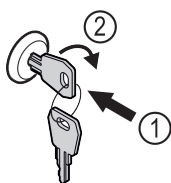

Fig. 145 Representación a modo de ejemplo
- Introducir la llave Fig. 145 (1).
- Girar la llave 90° en sentido horario Fig. 145 (2).